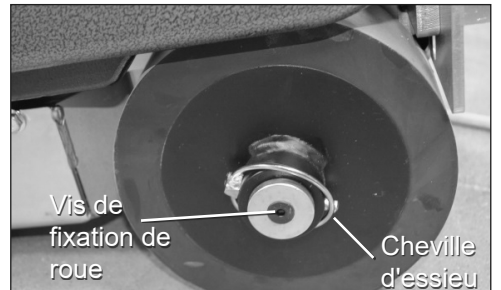

FIG. 9
5. Désengager puis retirer la cheville d'essieu (Figure 9).
6. Retirer la vis de fixation de la roue à l'aide d'une clé hexagonale de 5 mm (3/16 po), (Figure 9).